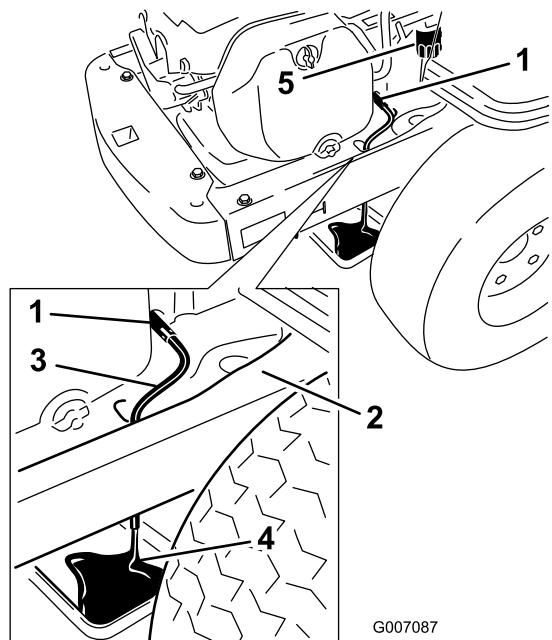

**Figure 26**
5. Nettoyez la surface autour du robinet de vidange sur le châssis de la machine. Trouvez le flexible de vidange d'huile et branchez-le au robinet de vidange (Figure 26).
6. Passez l'autre extrémité du flexible de vidange dans le trou de vidange du châssis (Figure 26).